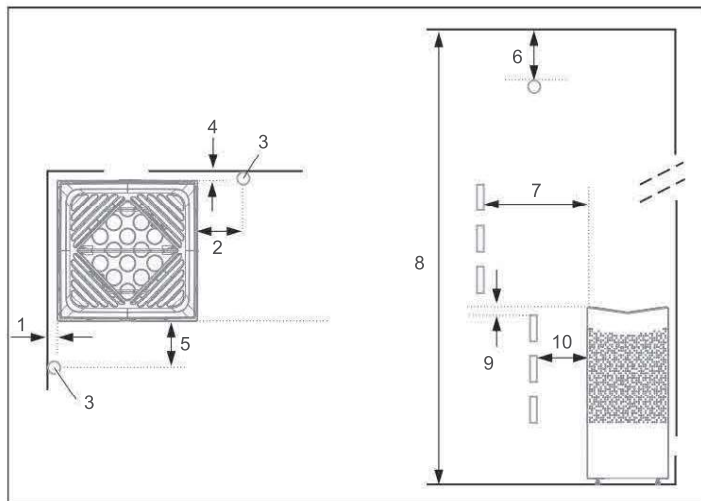
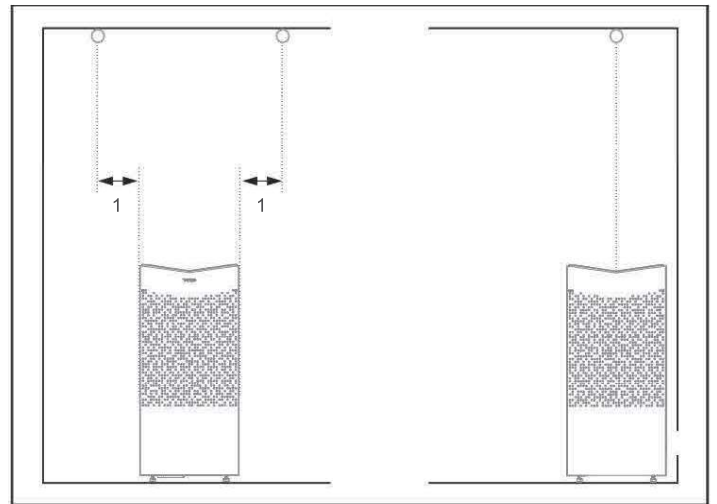

Figura 3: Posizionamento del riscaldatore - installazione normale
Figura 4: Installazione del sensore a soffitto
- Pianificare il posizionamento della stufa per sauna (vedere la sezione Posizionamento della stufa - installazione normale, Figura 3).
- Pianificare il posizionamento del sensore (vedere Figura 3 e Figura 4).
- Posizionare la stufa a distanza di sicurezza dal pavimento, lateralmente pareti e finiture interne (vedi Figura 3).
Posizionare il sensore secondo l'immagine (vedere Figura 3).
Se la parete su cui deve essere installato il sensore è costituita da materiale ad alto assorbimento di calore (es. cemento, mattoni, ecc.) o da vetro temperato, il sensore può essere installato nel soffitto ad una distanza dal riscaldatore, a seconda alla Figura 4.